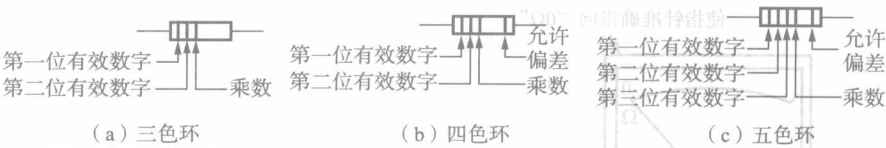

图 1-2 三色环、四色环和五色环电阻标注方法及含义
3) 色标法: 小功率电阻(特别是 0.5W 以下的碳膜和金属膜电阻)多用表面色环来表示标称阻值, 每一种颜色代表一个数字, 在工程上这叫做色码。电阻阻值的色环表示有三色环、四色环和五色环三种, 其含义如图 1-2 所示。对于四色环电阻, 用前 3 个色环来表示阻值(前二环代表有效数字, 第三环代表十倍乘的次数), 用最后 1 个色环表示允许偏差。五色环电阻器一般是金属膜精密电阻器(标称阻值采用 E48、E96 或 E192 系列), 前 4 个色环为标称阻值环, 最后一个色环为允许偏差环。标称阻值环和允许偏差环的颜色含义见表 1-3。